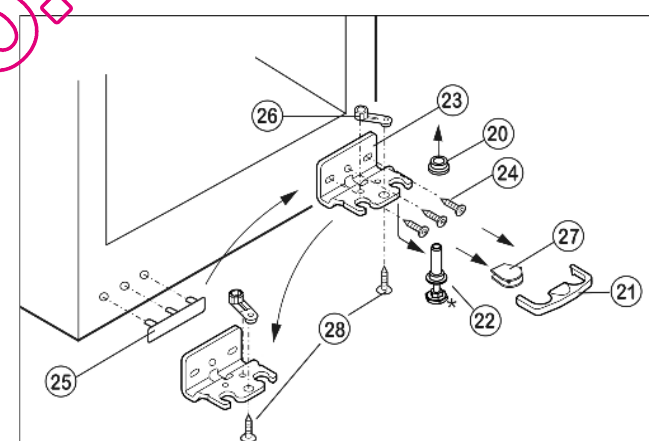

Fig. 5
- ▶ Enlever le dispositif d'arrêt Fig. 5 (21) vers l'avant.
- ▶ Enlever le cache Fig. 5 (27) en bas.*
- ▶ Visser entièrement le pied réglable Fig. 5 (22).
- ▶ Enlever le pivot Fig. 5 (22) vers le bas et vers l'avant. Ce faisant, respecter la douille de charnière Fig. 5 (20).
- ▶ Dévisser le support d'appui Fig. 5 (23) (3 x Torx 25) Fig. 5 (24).
- ▶ Dévisser l'élément pivotant Fig. 5 (26) (1 x vis Torx 25) Fig. 5 (28) et le replacer dans le logement opposé de la charnière, puis le revisser.
- ▶ Soulever avec précaution le cache Fig. 5 (25) du côté poignée et le déplacer.
- ▶ Revisser le support d'appui Fig. 5 (23) sur le nouveau côté charnière, en utilisant une visseuse sans fil si nécessaire, avec un couple de serrage de 4 Nm.
- Mettre le cache Fig. 5 (27) sur le côté opposé.*
- Le dispositif d'arrêt (21) doit s'enclencher latéralement sur la charnière afin de protéger les pivots d'appui et la porte.
- Replacer le dispositif d'arrêt (21) sur la charnière.
- Remettre en place la douille de charnière Fig. 5 (20).
- Placer la porte par le haut sur le pivot inférieur Fig. 5 (22).